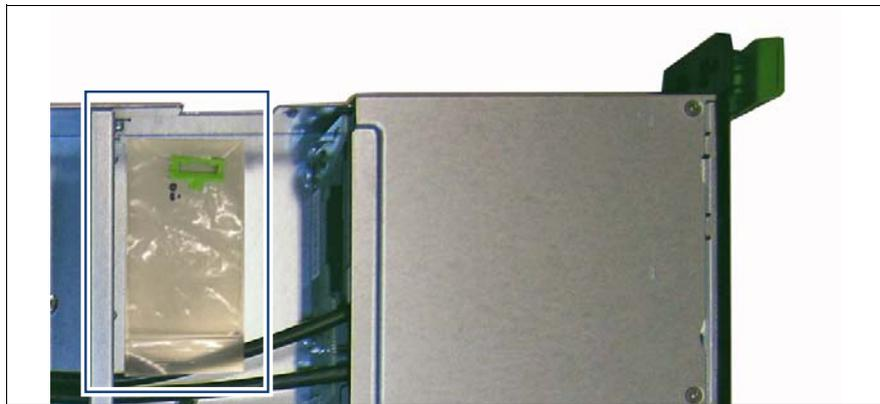

図 155: パッケージ内の ODD ラッチの例
- ▶ ODD ラッチをパッケージから取り出します（図 155 を参照）。
- ▶ ODD ラッチをパッケージに保管します（図 155 を参照）。